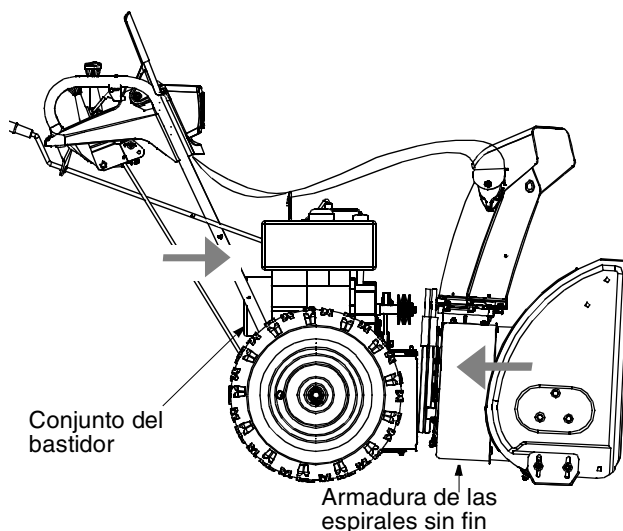

Figura 33
- Al levantar de las manijas, acerque el conjunto del bastidor a la armadura de las espirales sin fin y coloque las dos correas en las poleas delantera y posterior del motor. Vea la Figura 33.